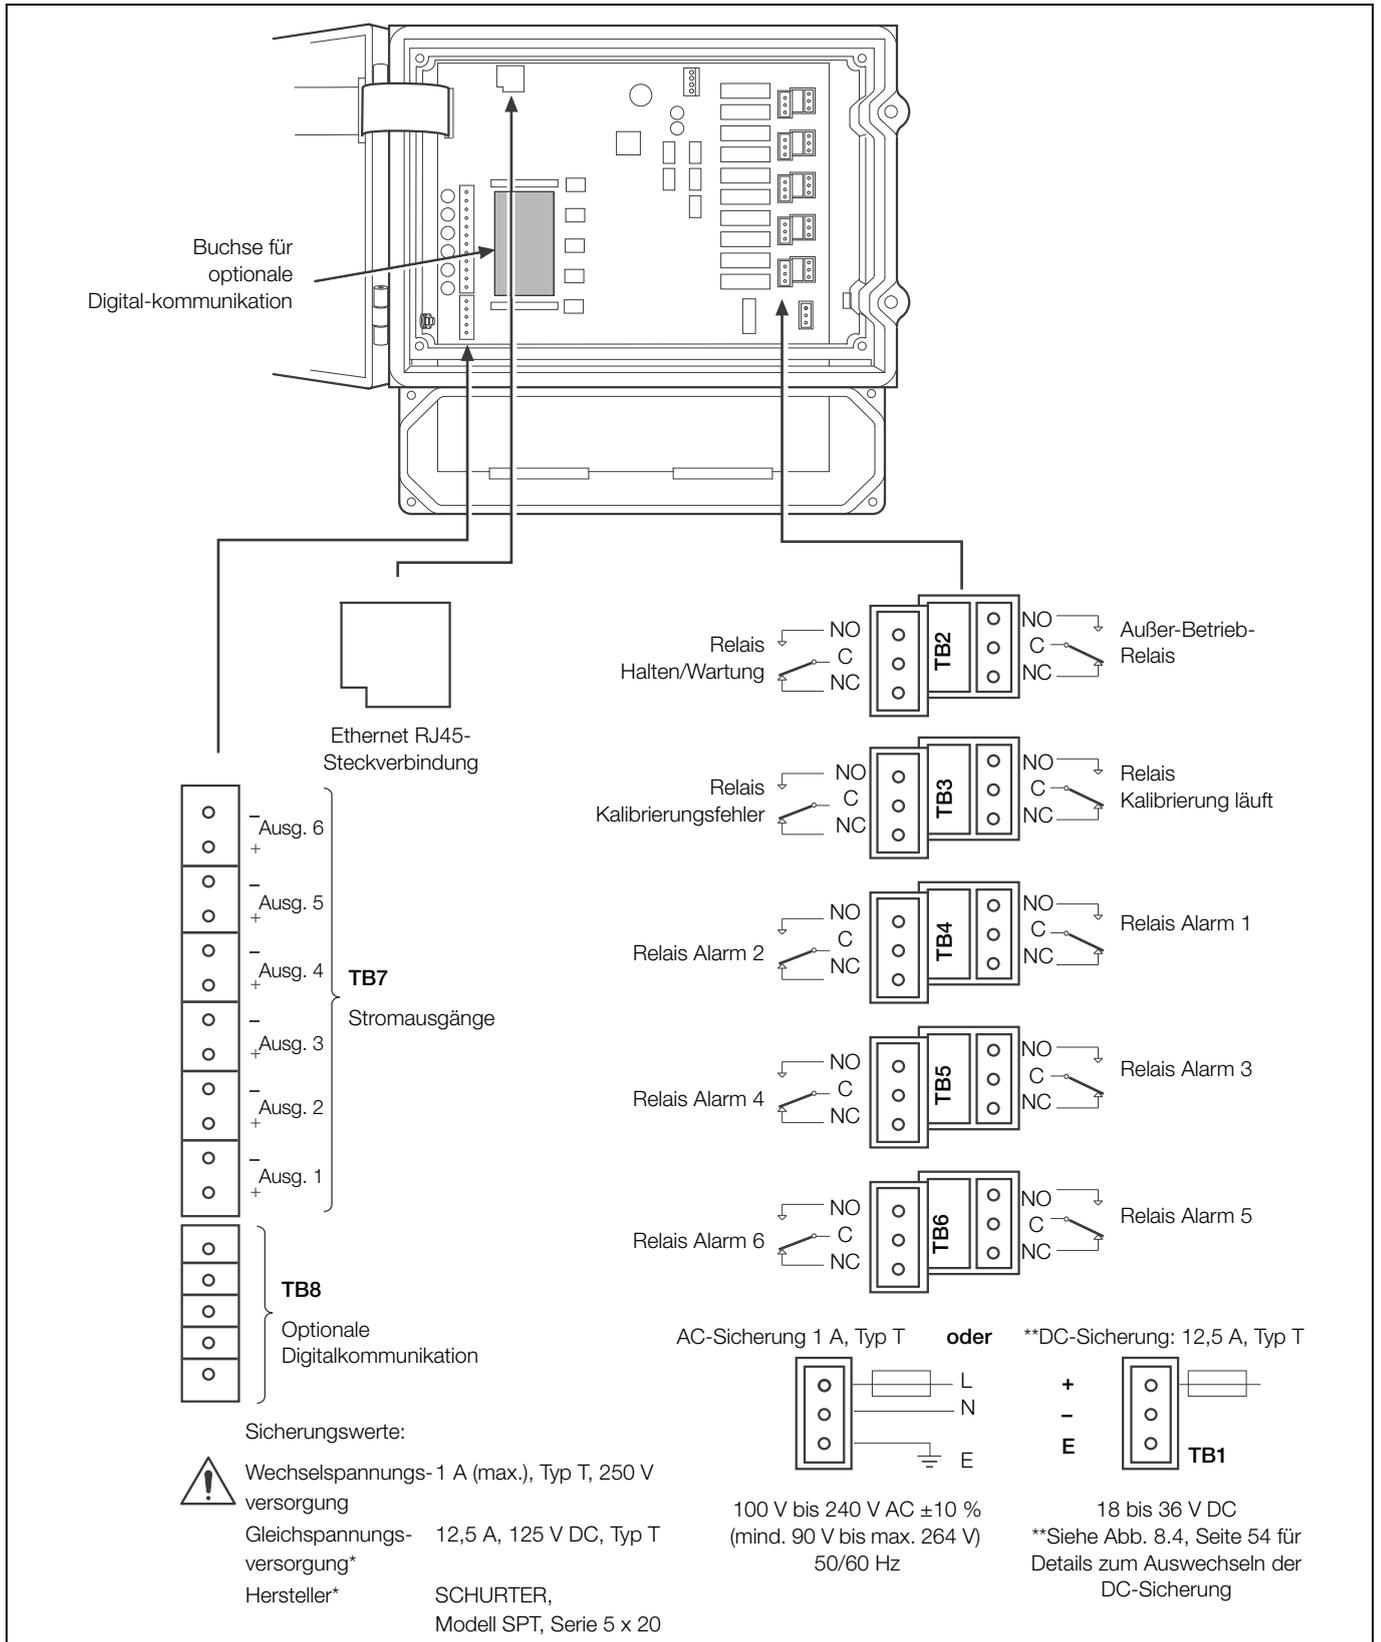
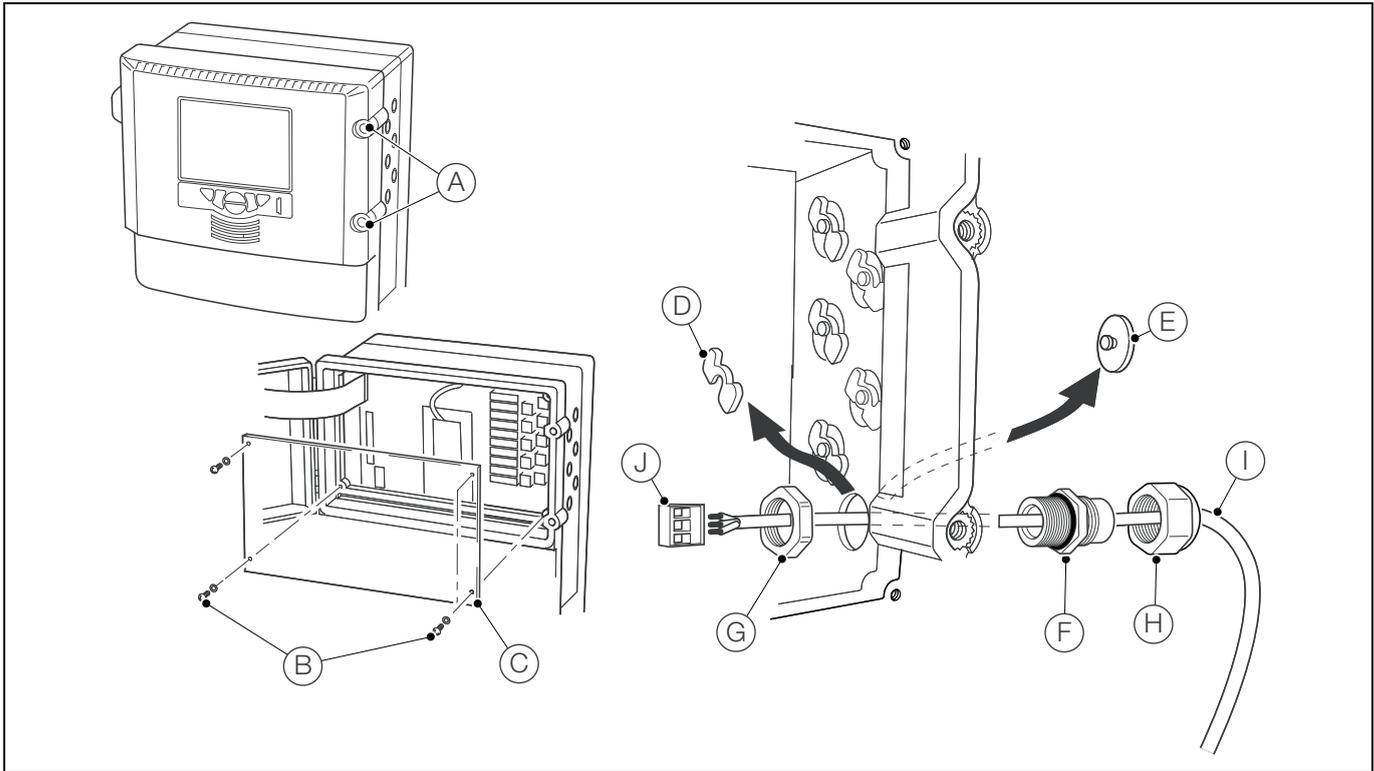
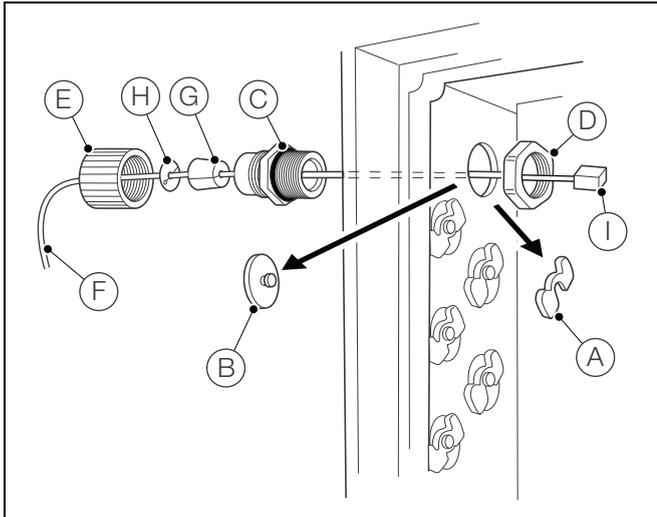

Abb. 4.8 Anschlussübersicht
Abb. 4.9 Verwenden und Herstellen von elektrischen Verbindungen
Abb. 4.10 Ethernet-Anschlüsse
- Achten Sie darauf, dass die richtigen Sicherungen installiert sind (siehe Sicherungsdetails Abb. 4.8, Seite 21).
- Definitionen zu den Beschriftungen der Anschlüsse auf der Anwendungsplatine für die Anschlussklemmen finden Sie in Abb. 4.8, Seite 21.
Erläuterungen zu Abb. 4.9:
1. Drehen Sie die Klappenbefestigungsschrauben (A) $\frac{1}{4}$ Umdrehung gegen den Uhrzeigersinn, und öffnen Sie die Elektronikeinheitklappe.
2. Entfernen Sie die vier Schrauben (B) mit einem Kreuzschlitz-Schraubendreher, und nehmen Sie die transparente Abdeckplatte (C) ab.
3. Entfernen Sie an allen erforderlichen Kabeleingängen den Blindstopfen, indem Sie die Sicherungsklammer (D) vom Blindstopfen (E) schieben.
4. Bringen Sie die Kabelverschraubung (F) an, und befestigen Sie sie mit der Mutter (G).
5. Entfernen Sie die Stopfbuchsenmutter (H) und ziehen Sie das Kabel (I) durch diese hindurch.
6. Ziehen Sie das Kabel durch die Kabelverschraubung (F) in das Gehäuse der Elektronikeinheit.
7. Entfernen Sie alle Stecker (J) und verbinden Sie die Kabelenden unter Verwendung eines kleinen Schlitz-Schraubendrehers mit dem Stecker. Achten Sie darauf, dass die Drähte mit den richtigen Klemmen verbunden sind (siehe Abb. 4.8, Seite 21).
9. Ziehen Sie die Stopfbuchsenmutter (H) jeder Verbindung fest.
11. Bringen Sie die transparente Abdeckplatte (C) wieder an, und befestigen Sie sie mit den vier Schrauben (B).
12. Schließen Sie die Elektronikeinheitklappe, und drehen Sie die Klappenbefestigungsschrauben (A) $\frac{1}{4}$ Umdrehung im Uhrzeigersinn, um die Klappe zu sichern.
1. Erläuterungen zu Abb. 4.9:
- a. Drehen Sie die Klappenbefestigungsschrauben (A) 1/4 Umdrehung gegen den Uhrzeigersinn, und öffnen Sie die Elektronikeinheitklappe.
- b. Entfernen Sie die vier Schrauben (B) mit einem Kreuzschlitz-Schraubendreher, und nehmen Sie die transparente Abdeckplatte (C) ab.
2. Erläuterungen zu Abb. 4.10:
- a. Entfernen Sie den Blindstopfen, indem Sie die Sicherungsklammer (A) vom Blindstopfen (B) schieben.
- b. Bringen Sie die Kabelverschraubung (C) an, und befestigen Sie sie mit der Mutter (D).
- c. Entfernen Sie die Stopfbuchsenmutter (E), und ziehen Sie das Kabel (F) durch diese durch.
- d. Montieren Sie die zweiteilige Hülse (G) und den Sprengring (H) am Kabel (F).
- e. Ziehen Sie das Kabel durch die Kabelverschraubung (C) in das Gehäuse der Elektronikeinheit.
- f. Stecken Sie den RJ45-Steckverbinder (I) in die RJ45-Buchse auf der Anwendungsplatine (Position siehe Abb. 4.8, Seite 21), und ziehen Sie die Stopfbuchsenmutter (E) fest.
3. Erläuterungen zu Abb. 4.9:
- a. Bringen Sie die transparente Abdeckplatte (C) wieder an, und befestigen Sie sie mit den vier Schrauben (B).
- b. Schließen Sie die Elektronikeinheitklappe, und drehen Sie die Klappenbefestigungsschrauben (A) 1/4 Umdrehung im Uhrzeigersinn, um die Klappe zu sichern.